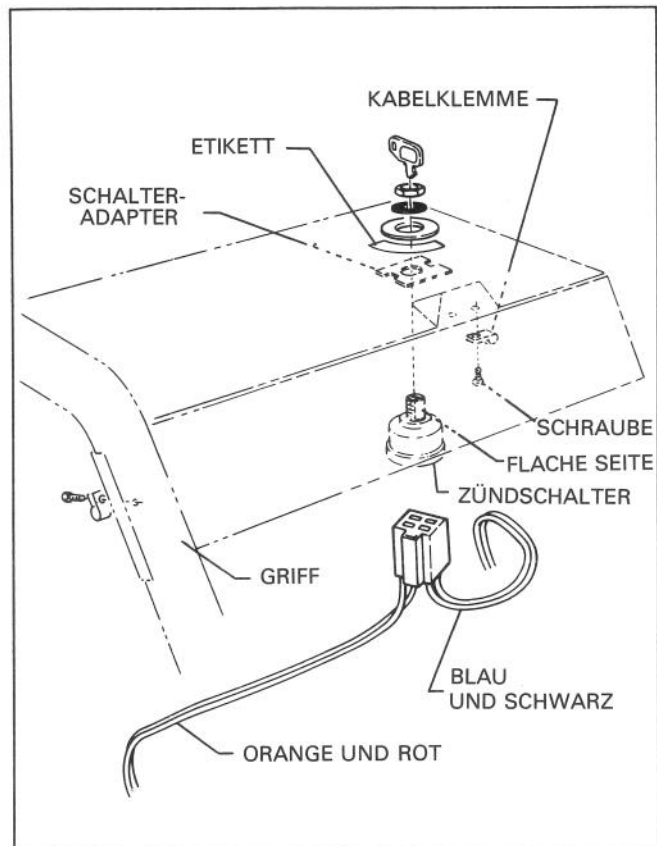

Figure 19
35. Wie in Abb. 19 gezeigt einen neuen Zündschalter anbringen. Aufpassen, daß die abgeflachte Seite auf dem Schlüsselschalter und Schalteradapter der Vorderseite des Motors zugewandt sind.